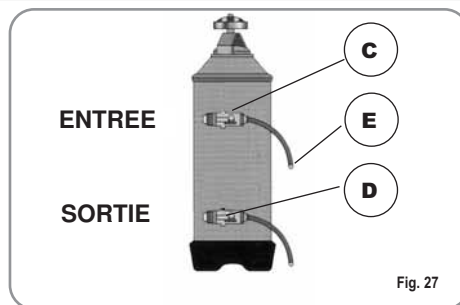

Fig. 27
- 1) Eteindre la machine et placer un récipient d'une capacité d'au moins 5 litres sous le tube E (Fig. 27).